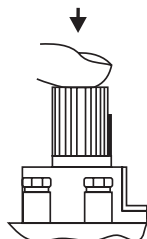

Рис. 8.
- 7.1. Установка ручки управления в требуемое положение производится путем легкого нажатия и поворота в нужное положение (рис. 8).